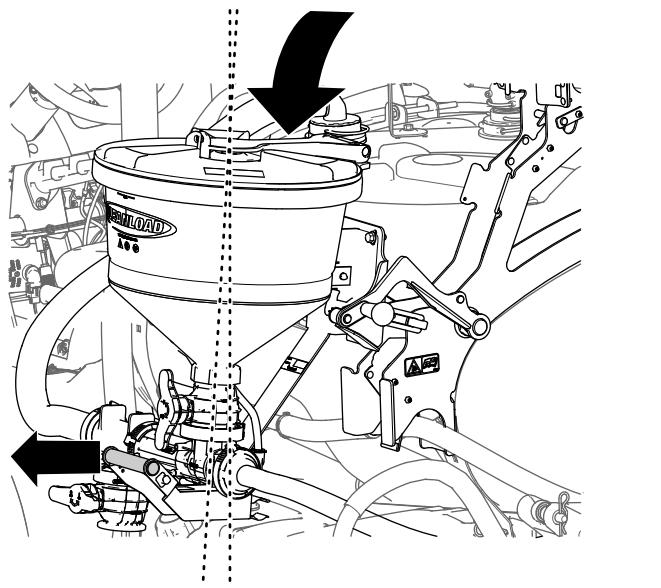

Figura 39
4. Abbassate completamente il nebulizzatore mantenendo la relativa stegola leggermente verso l'esterno (Figura 39).
- Sollevate il nebulizzatore mantenendo la relativa stegola leggermente verso l'esterno (Figura 39).